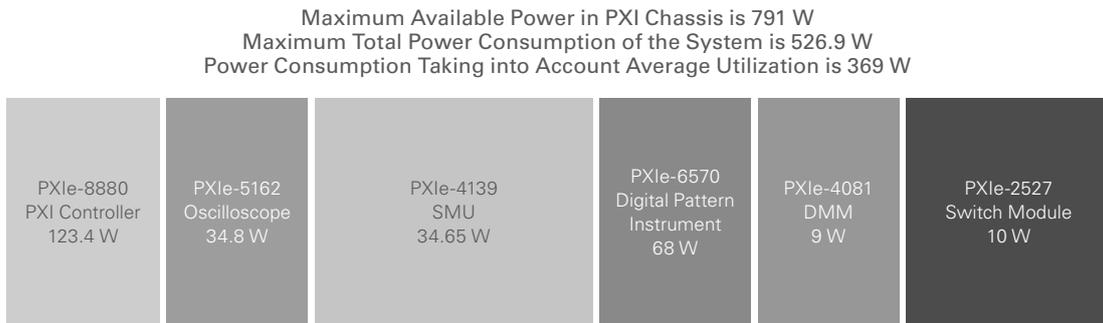

图 5 | PXI机箱的总功耗是机箱中所有模块的功耗之和。如上图所示，一个完整的仪器机箱在最坏情况下的功耗为526.9 W。
给定设备的功耗通常在用户手册中写明，有时还会涉及不同条件下的多种功率需求。在某些情况下，设备标注了典型功耗和最大功率(即最坏情况下的功耗)规范。最好使用最大功率需求作为相对保守的安全值，然后再减去给定的百分比(通常为30%到40%)，得到较为符合实际情况的功率值。图5显示了独立式仪器集成到测试系统中时的最大功率需求。
- 将PXI系统中所有模块的最大功耗相加，得出非常准确的功率预算值。有关详细计算PXI系统功率预算的示例，请参见图5。